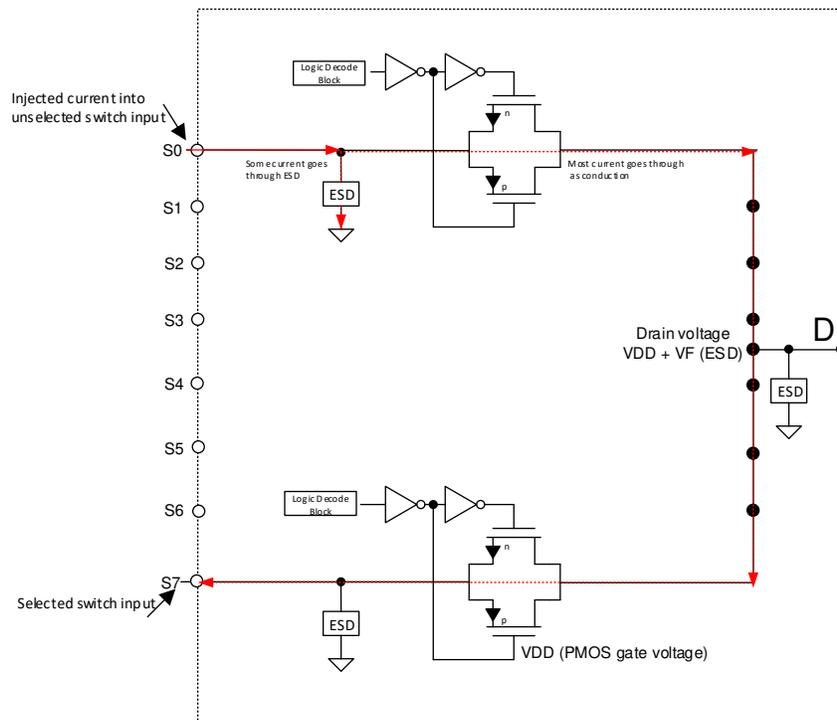

図 8-3. 典型的な CMOS スイッチとそれに関連するインジェクション電流経路の簡略図
**インジェクション電流の影響:** 一般的な CMOS スイッチには、入力および出力に ESD 保護ダイオードが備えられています。これらのダイオードは、ESD 保護として機能するだけでなく、入力や出力が  $V_{DD}$  を超えたり、GND や  $V_{SS}$  を下回ったりしないように電圧クランプとしても機能します。無効化された信号パスのピンに電流が注入されると、一部の電流は ESD ダイオードを通りますが、大部分の電流はドレインへ導通して流れます。ESD ダイオードの順方向電圧 ( $V_F$ ) が PMOS のスレッショルド電圧 ( $V_T$ ) より大きい場合、すべての OFF スイッチの PMOS が ON になり、ソースとドレイン間に望ましくないサブスレッショルドリーク電流が発生して、OFF 状態のソースピンも持ち上がってしまう可能性があります。図 8-3 は、典型的な CMOS スイッチと、それに関連するインジェクション電流の経路を示した簡略図です。